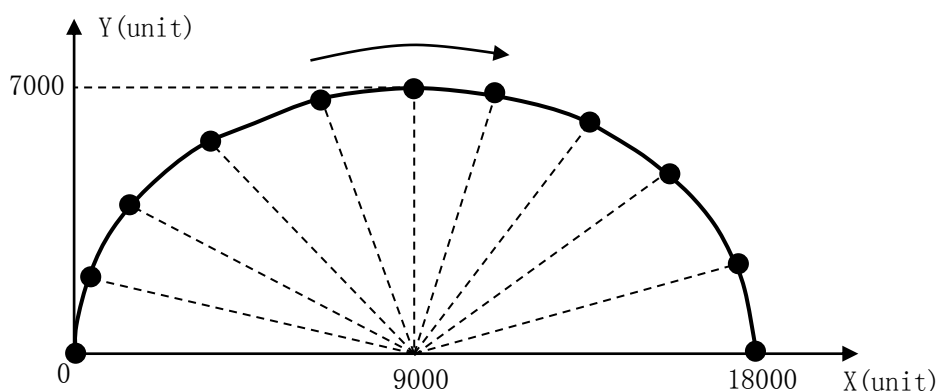

图 7.43 上半椭圆轨迹和分段
如图 7.43 所示，要控制运动平台按椭圆轨迹运动，但 DMC-E5032 卡中并没有提供椭圆插补函数，用户可以使用 PVT 函数自己设计该轨迹。
1、将该轨迹分成圆弧角相等的十段轨迹，如图 7.43 所示；计算各点坐标值，即得 P 值。程序如下：